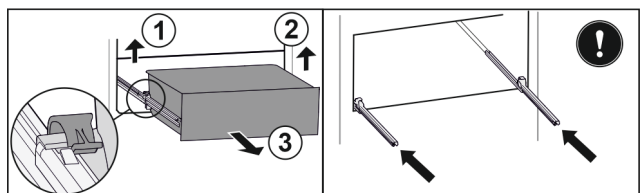

Fig. 177
- ▶ Підняти лівий затискач і одночасно висувний ящик ліворуч потягнути вперед. Fig. 177 (1)
- ▶ Підняти правий затискач і одночасно висувний ящик праворуч потягнути вперед. Fig. 177 (2)
- ▶ Вийняти висувний ящик рухом вперед. Fig. 177 (3)